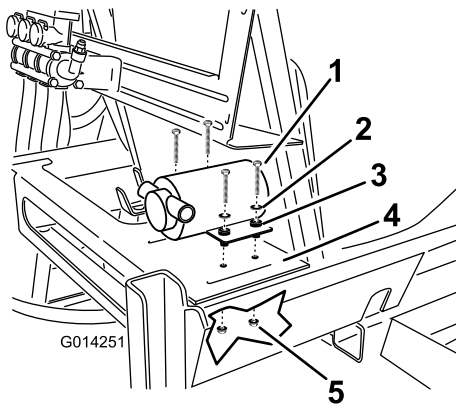

Figura 19
1. Prenda a bomba de lavagem à estrutura do depósito na plataforma no lado direito traseiro do depósito principal com 4 parafusos, 4 anilhas e 4 porcas de bloqueio (Figura 19).